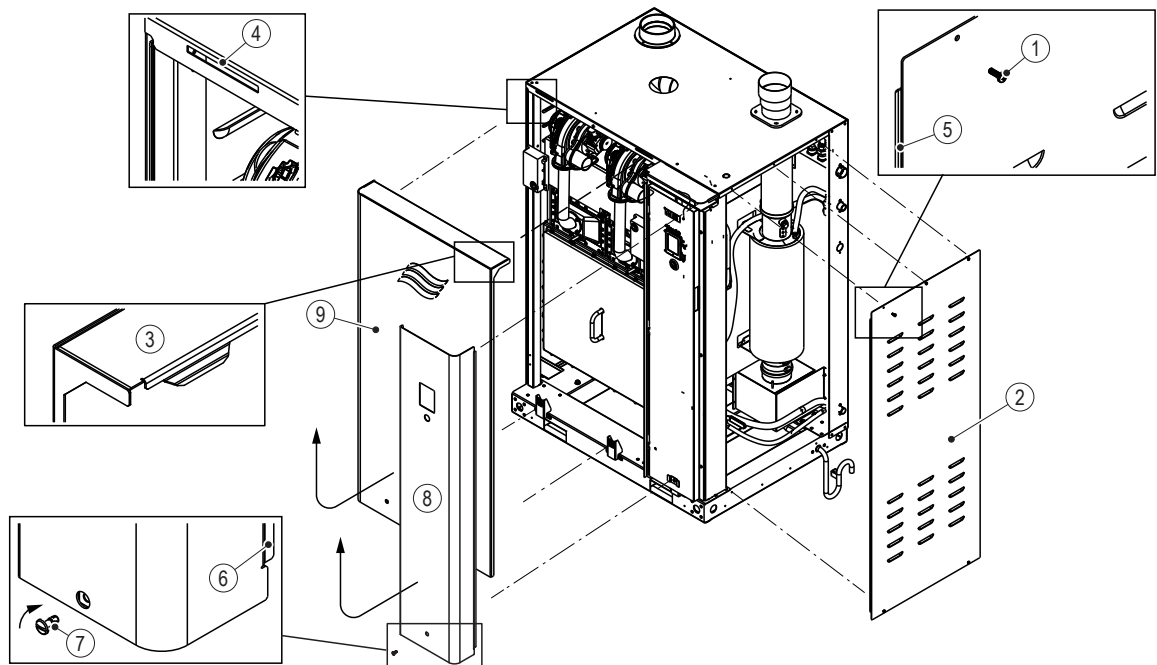

Abb. 11: Aus- und Einbau der Gehäuseabdeckungen (GS 65 wird gezeigt)
- Positionieren Sie die Frontabdeckungen (Steuerschrank/Wassertankschrank) so, dass die beiden Laschen oben an der Abdeckung in den Schlitzen im Gehäuse eingreifen. Senken Sie anschliessend die Frontabdeckungen so ab, dass die seitlichen Laschen in den Schlitzen im Gehäuse eingreifen. Siehe Details in Abb. 11 auf Seite 55.